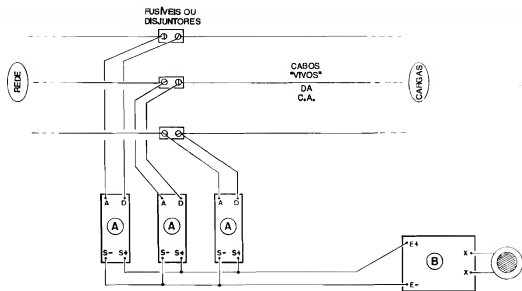

Fig.8
- FIG. 8 - UMA INSTALAÇÃO TÍPICA, COM MONITORAÇÃO DE MÚLTIPLOS FUSÍVEIS/DISJUNTORES... - O diagrama mostra, com clareza, como deve ser feita a instalação
Devido aos reduzidos custos finais, mesmo em sistemas que monitorem simultaneamente vários ruptores, no caso de instalações industriais ou profissionais muito amplas, nada impede (muito pelo contrário...) que conjuntos do APFD sejam setorizados, usando-se um conjunto completo (como no exemplo da FIG. 8) junto a cada quadro de força ou de distribuição existente na rede de energia do local...